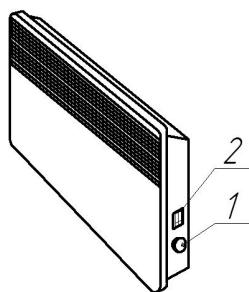

Рис.6 Розміщення органів керування конвекторів (IP20)
4.7 Переведіть клавішу вимикача (клавіші ступінчастого регулятора потужності) у відключене положення «0», ручку термостата встановіть в положення «\*» (сполучіть знак «\*» на ручці з міткою на корпусі конвектора або блоку керування). Конвектор готовий до роботи (розташування органів керування конвектором наведене на рис. 6, 7).